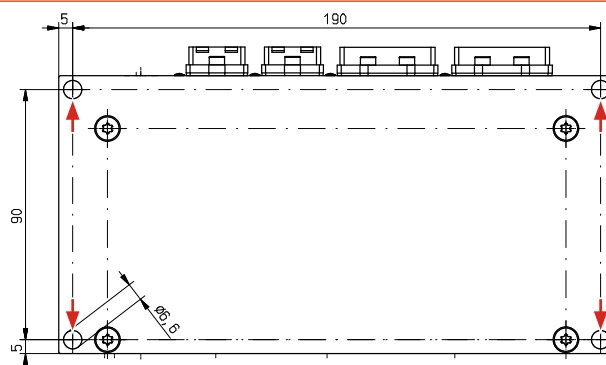

Abb. 6.4: Befestigungsbohrungen, Ansicht von unten (Maße in mm)
1. Montieren Sie das PMM gemäß Abb. 6.4 auf Seite 18 mit 4 Schrauben M6.